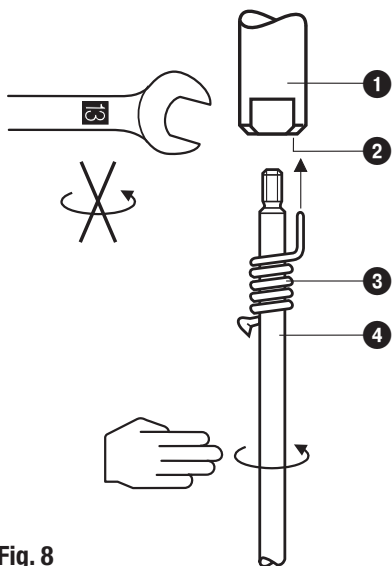

Fig. 8
1. Elektrodenverlängerung ④ in die Elektrodenspitze ① einschrauben. **Fig. 4, Fig. 8**